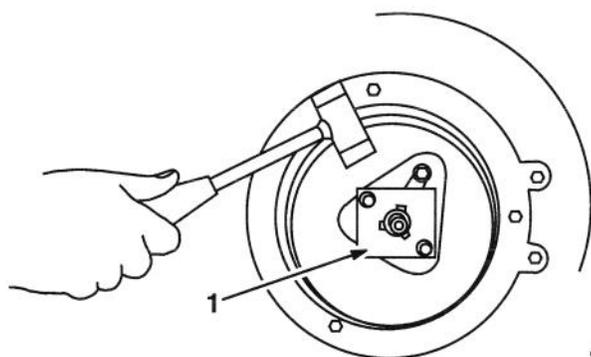

Figure 31
3. Retirer la plaque d'entraînement de lame en la frappant avec un maillet en plastique ou en fibre dans le sens de la rotation (Fig. 31) pour la dégager du chanfrein du vilebrequin.